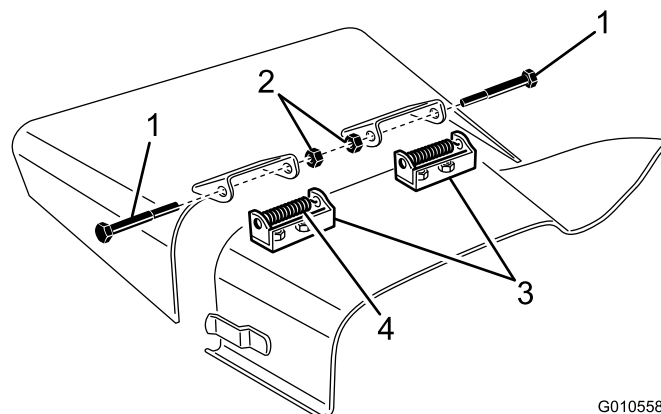

Figura 27
2. Retire os 2 parafusos, porcas de bloqueio e molas que fixam o deflector aos apoios de articulação (Figura 27).
3. Para remover os apoios de articulação, retire os parafusos de carroçaria e porcas (Figura 27).